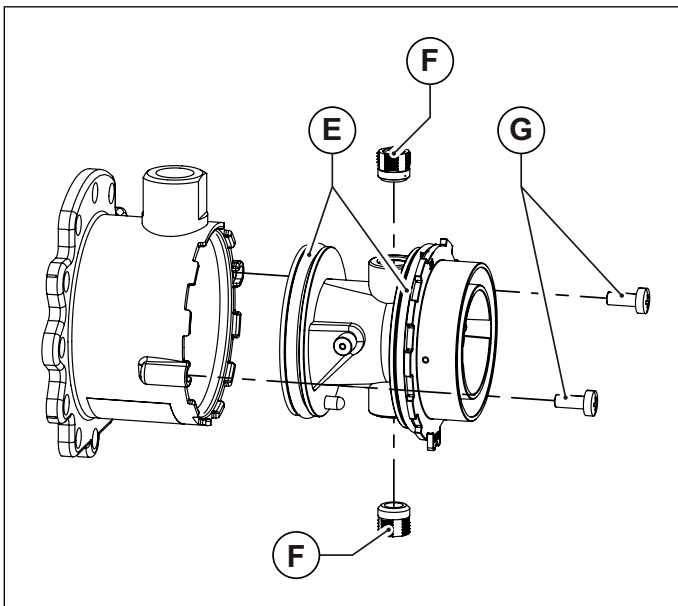

Fig. 34 Corpul din plastic al amestecătorului
- Desfaceți corpul din plastic al amestecătorului, deșurubând cele două șuruburi de fixare (vezi Fig. 34 Corpul din plastic al amestecătorului).
- Desfaceți cele două duze ale amestecătorului utilizând o cheie cu imbus de 6 mm (vezi Fig. 34 Corpul din plastic al amestecătorului).
- Montați din nou corpul din plastic (Venturi) introducându-l în amestecător și înșurubând șuruburile de fixare, având grijă să nu deteriorați garniturile inelare montate la extremitățile corpului din plastic (vezi Fig. 34 Corpul din plastic al amestecătorului) și să respectați orientarea montajului (vezi Fig. 35 Orientare pentru montaj).
- Montați amestecătorul reasamblat la ventilator cu șuruburile cu imbus, având grijă să re poziționați între amestecător și ventilator, garnitura inelară de etanșare (vezi Fig. 34 Corpul din plastic al amestecătorului).